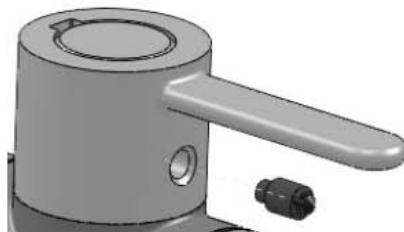

Рис. 6.46. Перемещение винта
- Щелкните на выделенной оси левой кнопкой мыши и удерживайте ее. Переместите винт на **45 мм** (рис. 6.46) (величину перемещения можно задать на панели свойств).